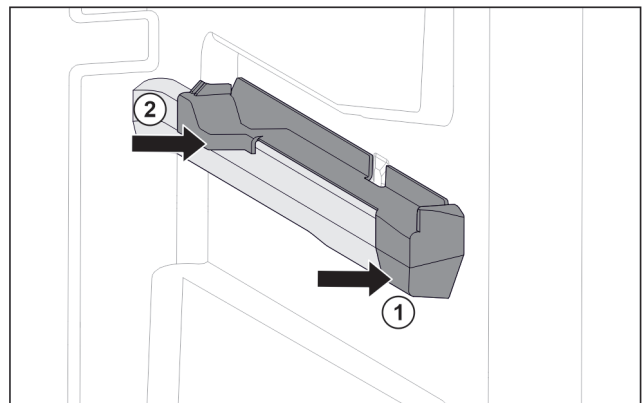

Fig. 19 Aufsteckteil auf der rechten Behälterrippe
- ▶ Aufsteckteil vorne an Behälterrippe ansetzen. Fig. 19 (1)
- ▶ Aufsteckteil hinten andrücken. Fig. 19 (2)